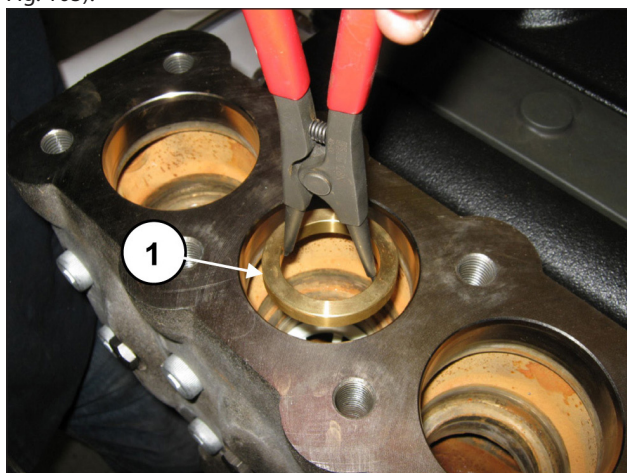

Fig. 105
Extraire l'entretoise du logement de la soupape (rep. ①, Fig. 105).